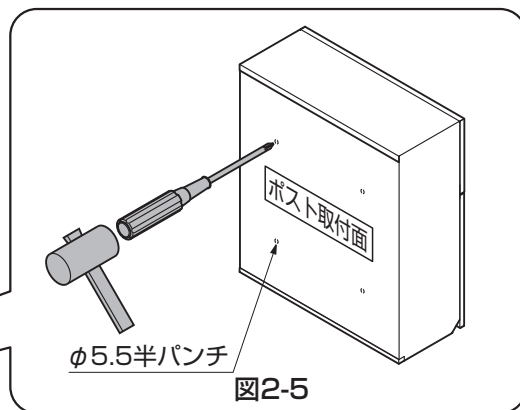

図2-5
- ①ポスト取付金具を枕木材に【1-1】、【1-2】で取付けてください。(上下2個)
- ②ポスト取付面に加工されている半パンチ位置にプラスドライバーを当て、ハンマーでたたき穴をあけてください。(図2-5参照)